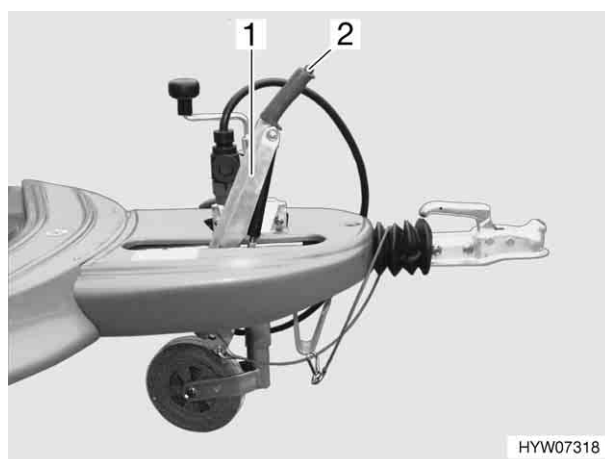

Fig. 7 Freno a mano
- Durante la sosta del veicolo, tirare forte il freno a mano (Fig. 7,1). Il freno a mano si innesta automaticamente.
- Per rilasciarlo premere il bottone di sicurezza (Fig. 7,2) e abbassare il freno a mano.